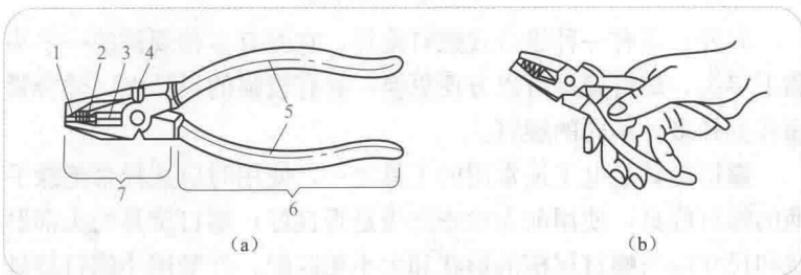

图 1-3 钢丝钳
钢丝钳各部位位置及握法如图 1-3 所示。
(1) 钳柄上必须套有绝缘管。使用时的握法如图 1-3 (b) 所示。